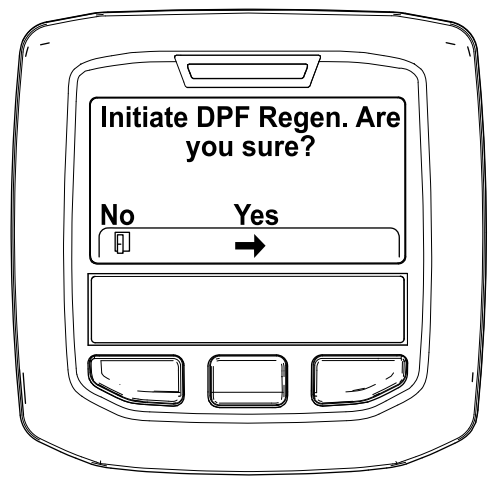

Figura 50
- Cuando aparezca el mensaje "Initiate DPF Regen. Are you sure?" (Iniciar regeneración de DPF, ¿está seguro), pulse el botón central (Figura 50).